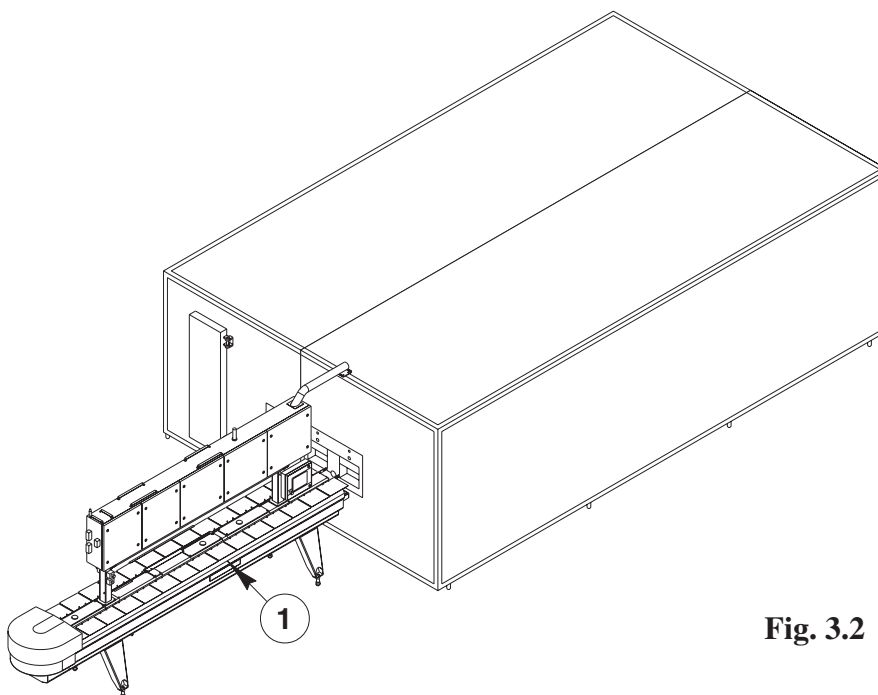

Fig. 3.2
- El helado extrusionado o dosificado por las estaciones de trabajo, sobre el banco de trabajo (*Pos. 1, Fig. 3.2*), se ubica en bandejas específicas (dependen del tipo de producto).